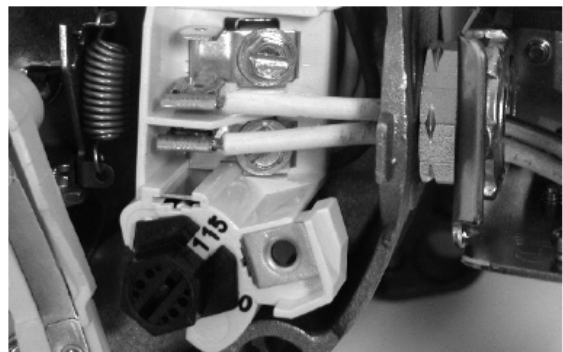

Figura 9: Configure el voltaje en 115 V, tipo dial
2. Gire el dial en sentido contrario a las agujas del reloj hasta que se muestre el 115 en la ventana del dial, como se muestra en la Figura 9.